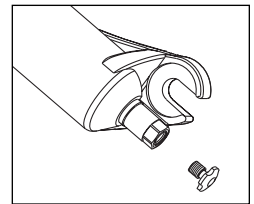

Abb.5
2. Schrauben Sie die kleine Kappe mit der Hand ab. Achten Sie darauf, daß Sie die Kappe nicht verlieren (Abb. 5)